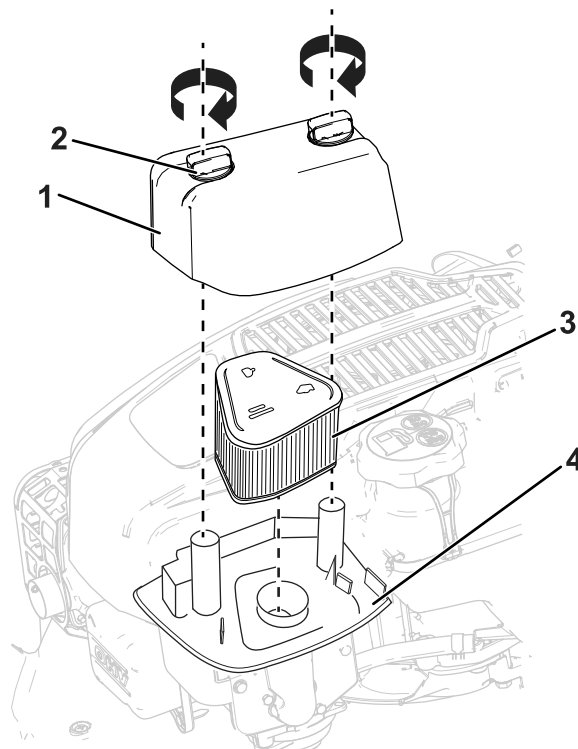

Figure 22
1. Retirez les fixations du couvercle du filtre à air et déposez le couvercle (Figure 22).